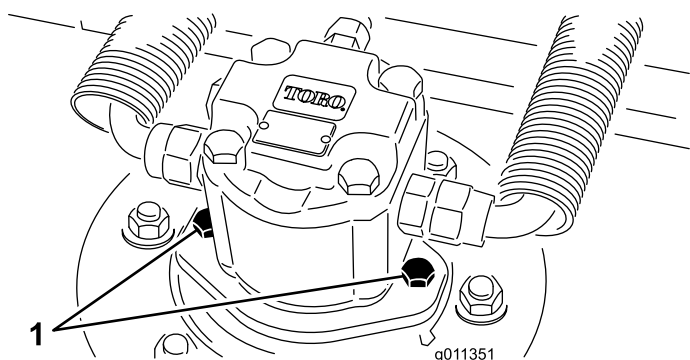

Figure 69
2. Débranchez et déposez le moteur hydraulique de l'unité de coupe (Figure 69). Couvrez le dessus de l'axe pour éviter toute contamination.
4. Montez le moteur hydraulique sur le plateau de coupe (Figure 69). Vérifiez que le joint torique est en place et en bon état.